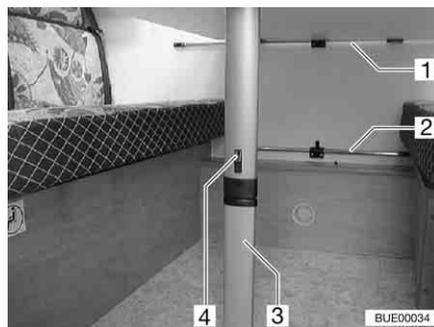

Bild 61 Hängetisch mit Knickfuß
- Die Arretierung (Bild 61,4) in Richtung Tischplatte schieben.
- Unteres Fußteil (Bild 61,3) um 90° umklappen.
- Den Hängetisch aus der oberen Einhängeschiene (Bild 61,1) aushängen.
- Den Hängetisch in die untere Einhängeschiene (Bild 61,2) einhängen und auf dem Tischfußgelenk abstellen.